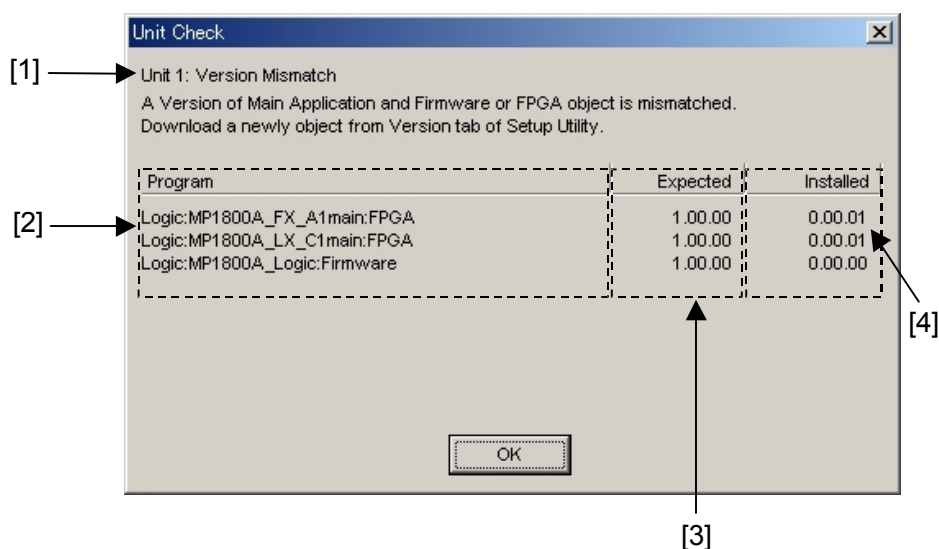

図2.1-3 バージョン不一致表示画面
- (a) いずれかのモジュールにおいてメジャーバージョンが異なる場合は、図 2.1-3 の画面が表示され、該当器に対して操作ができなくなります。
- (b) メジャーバージョンが一致しているが、マイナーバージョンあるいはリビジョンが異なる場合は、図 2.1-3 の画面が表示されます。該当器に対して操作はできますが、正常に操作、測定ができない場合があります。また、Tree View 画面上の該当器のモジュールアイコンは (無効を示す表示) のように表示されます。この画面が表示された場合、セットアップユーティリティの [Download] タブから、内蔵ソフトウェアを更新してください。